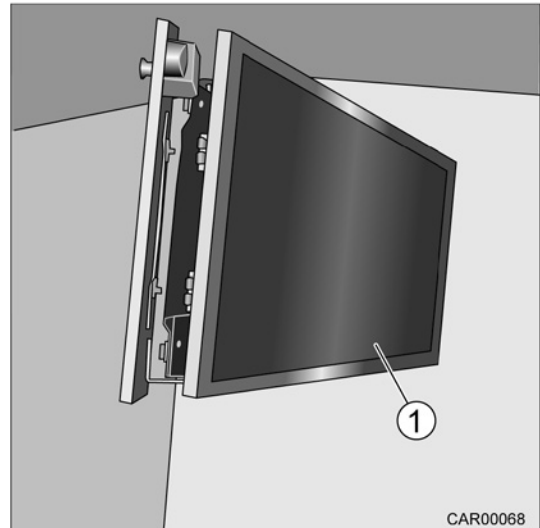

Fig. 140 Système coulissant de l'écran TV dans la chambre
3. Tirer le système coulissant de l'écran TV (Fig. 140/1) en dehors.